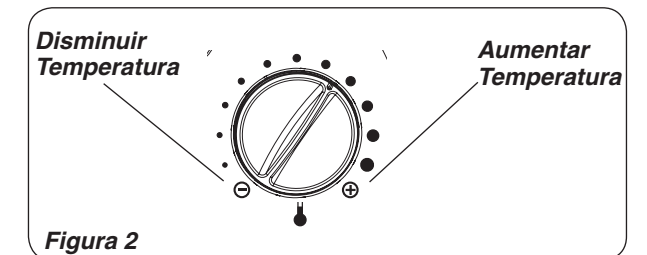

Figura 2
**INSTRUCCIONES DEL TERMOSTATO (Figura 2)**